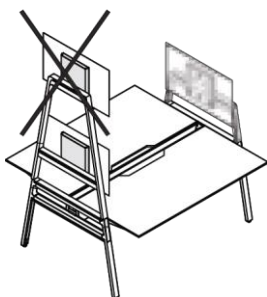

Рис. 28 Держатель экрана, недопустимый монтаж
- Два держателя экрана на одной наставной скобе (см. Рис. 28)).